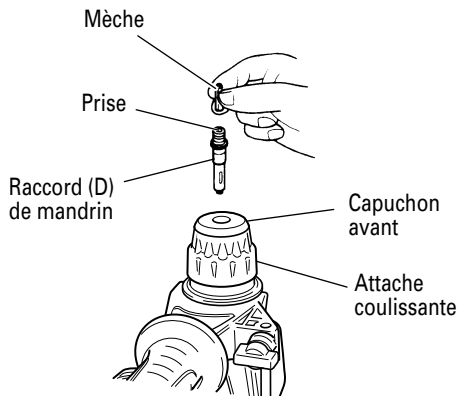

Fig. 19
6. Lors du vissage des vis machine (Fig. 19) Tout d'abord, insérer la pièce dans la prise à l'extrémité de l'adaptateur (D) de mandrin. Ensuite, monter l'adaptateur (D) de mandrin sur l'appareil principal en utilisant les procédures décrites en 6 (1), (2), (3). Mettre la pointe de la pièce dans les fentes de la tête de vis, maintenir l'appareil principal et visser.
- **Ne pas essayer d'utiliser le marteau perforateur en fonction rotation et percussion avec le mandrin à foret (D) et la mèche fixés.**
7. Enfoncement de vis à bois (Fig. 19)